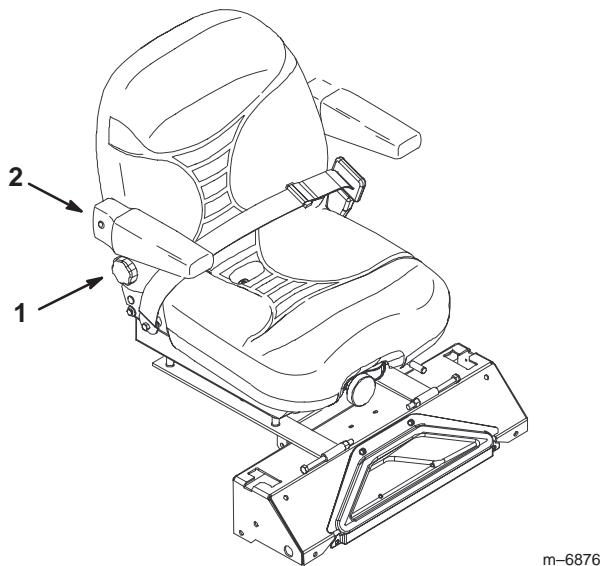

Figure 26
- Pour ce faire, tournez le bouton sous l'appui-bras du côté droit, dans un sens ou dans l'autre, pour obtenir la position la plus confortable (Fig. 26).